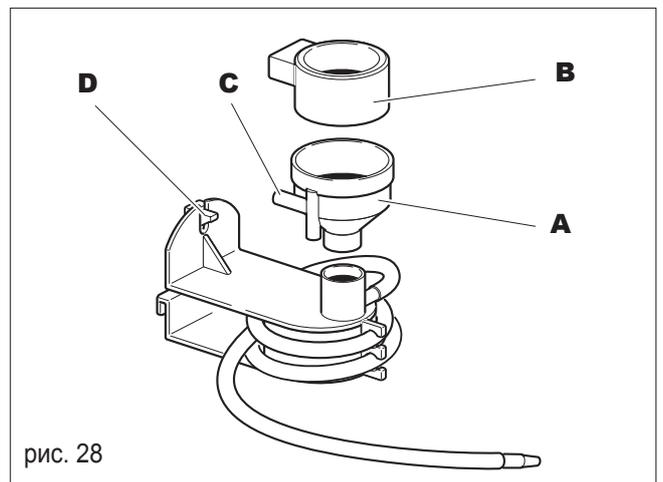

рис. 28
- Снимите воронку (**А**, рис. 28), сняв перед этим крышку воронки (**В**, рис. 28);
Разъедините при этом силиконовую трубку подачи воды в воронку (**С**, рис. 28);
- Нажмите на указатель (**Д**, рис. 28);